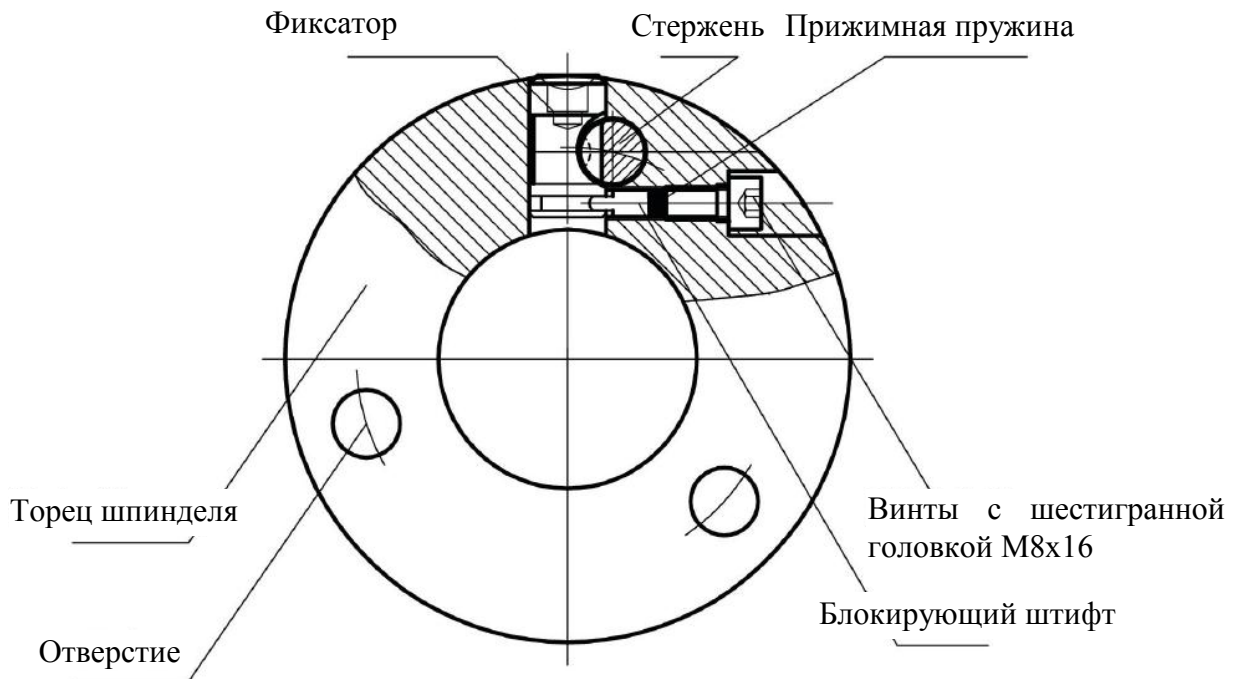

Рис. 11 Конструкция блокировки патрона или торцевой пластины
4) Монтаж или снятие патрона и торцевой пластины (см. рис. 11): патрон присоединен к шпинделю посредством кулачка и штифтов. При монтаже вставьте три штифта патрона в три отверстия торца шпинделя, затем поверните три кулачка посредством квадратного ключа. При вращении кулачков по часовой стрелке патрон блокируется. При вращении кулачков против часовой стрелки патрон можно снять.